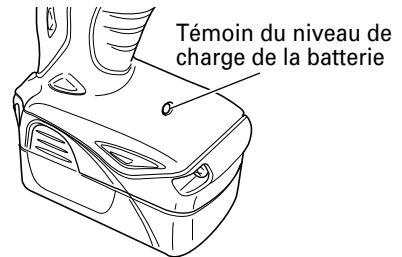

Fig. 10
- Vous pouvez vérifier le niveau de charge de la batterie en appuyant sur le déclencheur lorsque l'outil électrique est à vide. Le témoin du niveau de charge de la batterie s'allume lorsque la charge est très faible. Dans ce cas, chargez la batterie (Fig. 10).